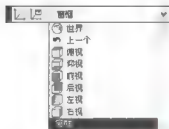

图 6.26 切换坐标系的显示
(1) 右击任意工具栏上的一个按钮, 弹出工具栏快捷菜单, 选择【UCS II】选项, 调出【UCS II】工具栏。
(2) 打开【UCS II】工具栏中的下拉列表(如图 6.26 所示), 选择【窗框】选项, 这样用